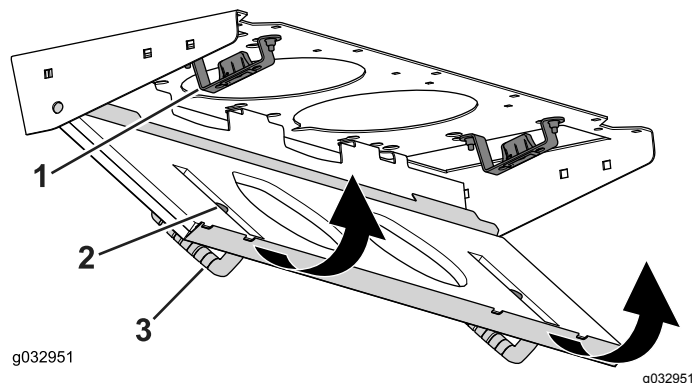

Bild 147
4. Drehen Sie das Filtersieb um die Nasen, bis der Riegel in der Riegelbefestigung einrastet (**Bild 147**).